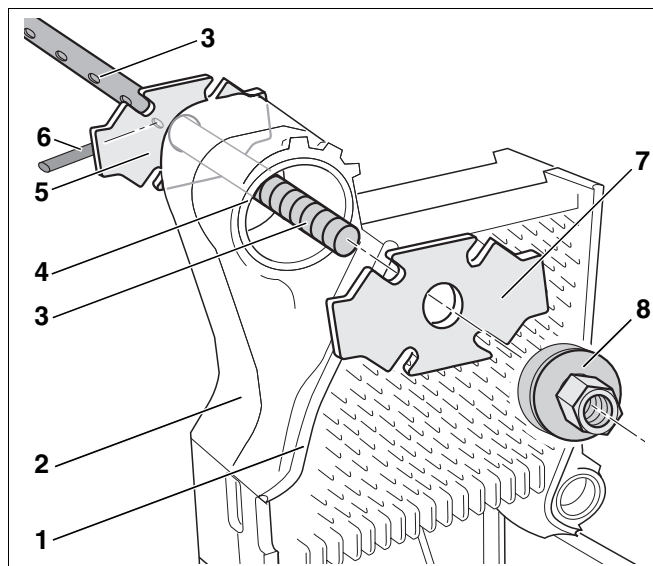
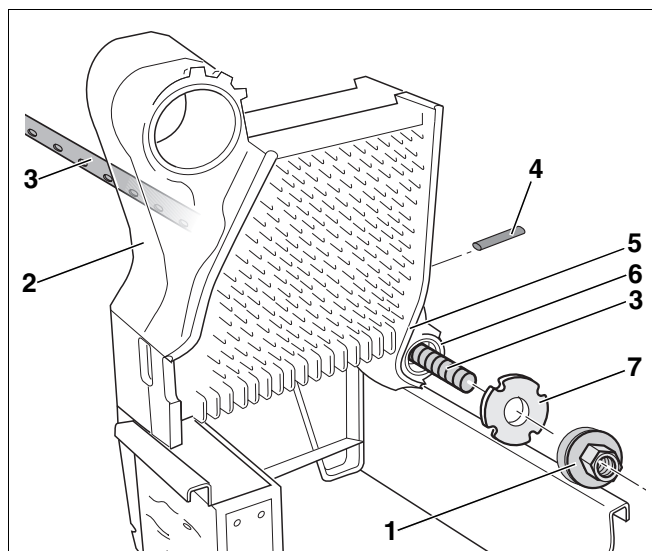
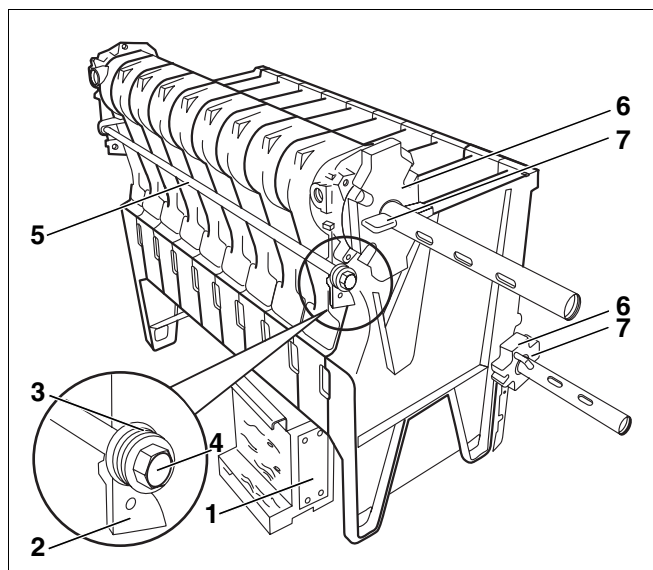

Рис. 16 Верхняя ступица котла
Рис. 17 Нижняя ступица котла
Рис. 19 Установка анкерных штанг – расположение тарельчатых пружин
- Продеть стягивающие штанги (рис. 16 и рис. 17, **поз. 3**) через верхнюю и нижнюю ступицы (рис. 16, **поз. 4** и рис. 17, **поз. 6**) котлового блока.
Попадание дополнительного фланца (рис. 16, **поз. 7**) во время стягивания на паз для уплотнения средней секции (рис. 16, **поз. 1**) может привести к образованию неплотностей в соединении.
- Следите за тем, чтобы дополнительный фланец (рис. 16, **поз. 7**) ровно прилегал к ступице котла.
- Надеть дополнительный фланец (рис. 16, **поз. 7**) на штангу (рис. 16, **поз. 3**) верхней ступицы котла (рис. 16, **поз. 4**).
- Надеть контрфланец (рис. 16, **поз. 5**) на штангу (рис. 16, **поз. 3**) верхней ступицы (рис. 16, **поз. 4**) и застопорить прилегающим клином (рис. 16, **поз. 6**) (см. рис. 19, стр. 21).
- Накрутить стяжную гайку (рис. 16, **поз. 8**) на резьбу штанги (рис. 16, **поз. 3**).
- Надеть дополнительный фланец (рис. 17, **поз. 7**) на штангу (рис. 17, **поз. 3**) нижней ступицы котла (рис. 17, **поз. 6**).
- Надеть контрфланец на нижнюю ступицу котла (рис. 17, **поз. 6**) и застопорить клином (рис. 17, **поз. 4**) (см. рис. 19, стр. 21).
- Накрутить стяжную гайку (рис. 17, **поз. 1**) на резьбу штанги (рис. 17, **поз. 3**).
- Равномерно распределить тарельчатые пружины (рис. 19, поз. 3).
- Вставить анкерную штангу (рис. 19, поз. 5) с тарельчатыми пружинами (рис. 19, поз. 3) в литые выступы (рис. 19, поз. 2).
- Закрутить от руки гайку (рис. 19, поз. 4) на резьбу анкерной штанги (рис. 19, поз. 5) так, чтобы поверхности тарельчатых пружин прилегли к литым выступам.
- Затем затянуть гайки (рис. 19, поз. 4) справа и слева на анкерной штанге (рис. 19, поз. 5) на 1 - 1 1/2 оборота (M10: 15 Нм; M16: 25 Нм).
- Убрать монтажное приспособление (рис. 19, **поз. 1**, стр. 21).